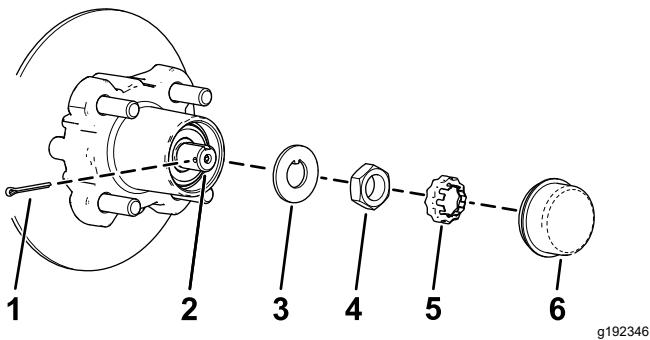
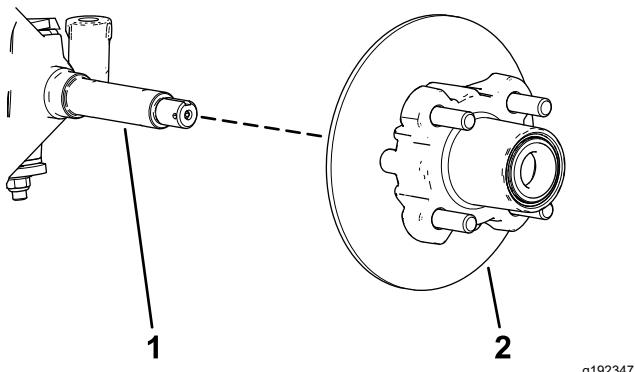

Figura 30
Figura 31
- Rimuovete il coperchietto antipolvere dal mozzo (Figura 30).
- Rimuovete la coppia e il fermadado dal mandrino e dal relativo dado (Figura 30).
- Rimuovete il dado del mandrino dal mandrino e separate il gruppo mozzo e rotore dal mandrino (Figura 30 e Figura 31).